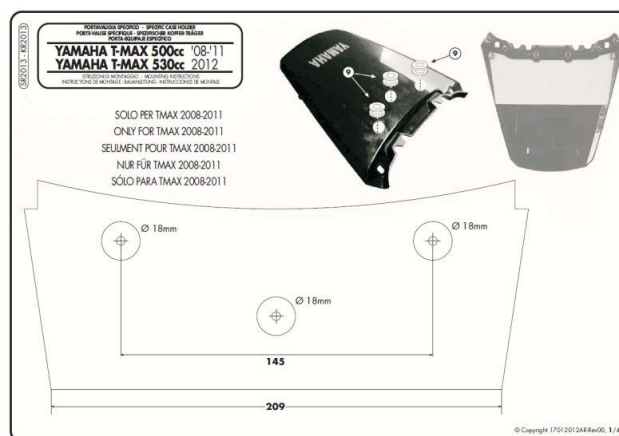

図 1 : TMAX500 ('08~'12 国内仕様)
4. ⑮取扱説明書 (イタリア語表記) から装着車体に合致した型紙を取り出し、指定型紙の表記寸法と実寸に差異がないことを確認し、ガイドラインに沿って丁寧に切り取ります。(図 1~2 参照)